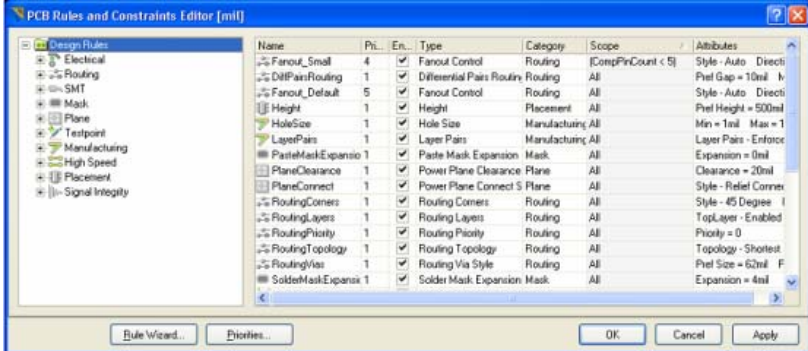

图6-19 设计规则
- 如图6-19，PCB规则和约束限制编辑器对话框就会出现。每个规则类显示在对话框左边Design Rules文件夹的下面。双击Routing扩展，看到相关的布线规则。然后双击Width，显示宽度规则。